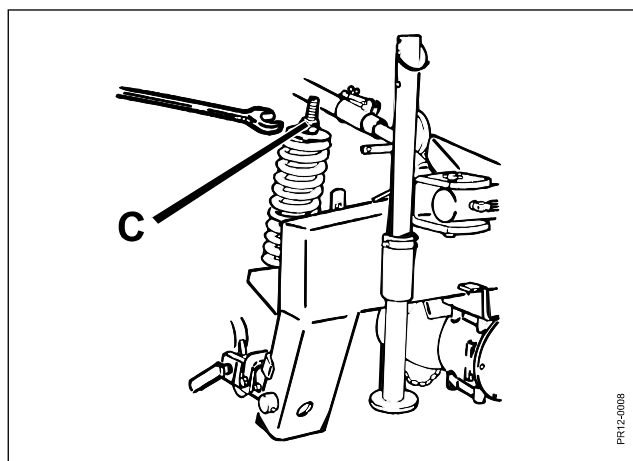

Fig. 2-16
- Fig. 2-16** 11) Avlastningsfjädrarna justeras till önskad avlastning med spindeln **C**. JF-